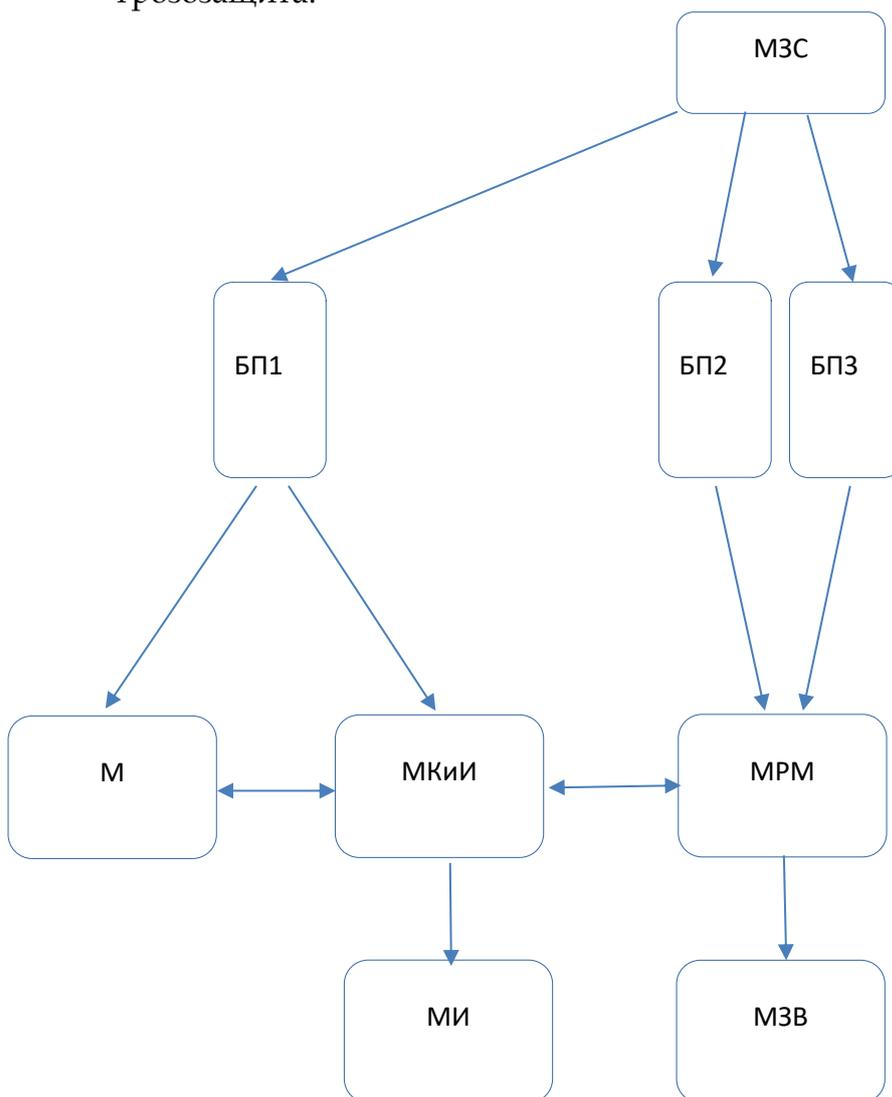

Рис.1 Блок схема станции катодной защиты.
4.2 Станция имеет модульную архитектуру, что позволяет ускорить ремонт, а также упрощает её модернизацию. Блок схема станции приведена на Рис.1.